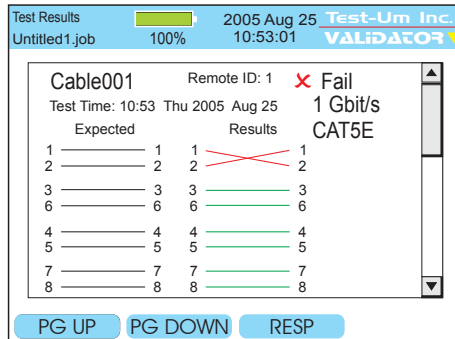

Abbildung 4.5 Testergebnisse bei Verdrahtungsfehlern
**Verdrahtungsfehler:** Ein Draht oder beide Drähte eines Adernpaares sind nicht mit den richtigen Pins am anderen Ende des Kabels verbunden. Bei einem umgekehrt angeschlossenen Adernpaar beispielsweise sind die Adern zwar mit dem richtigen Pin-Paar verbunden, aber die beiden Leitungen sind vertauscht. (Siehe Abbildung 4.5)